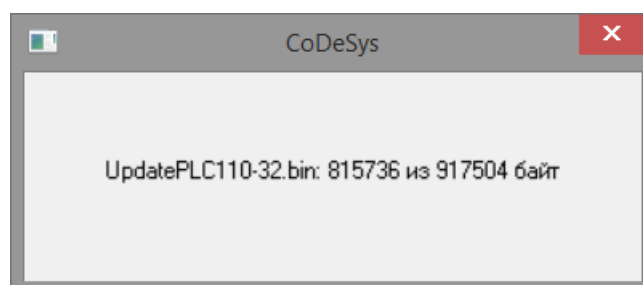

Рисунок 1.2. Процесс записи файла в ПЛК
7. Начнется процесс записи файла в память контроллера (рисунок 1.2).